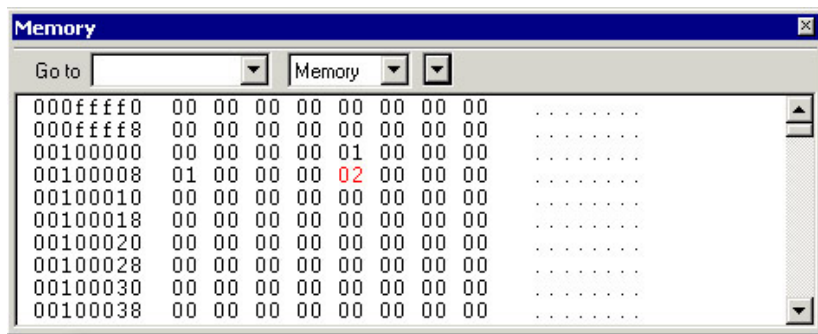

图 17. 8-bit 模式显示存储器窗口
① 选择主菜单 **View >Memory** 打开存储器窗口，见图 17（用 8-bit 显示数据）。
② 激活 `Utilities.c` 窗口并双击变量 `root`。用鼠标将其拖到存储器窗口。
③ 如果希望以 16-bit 显示数据，在存储器窗口定部的下拉菜单中选择 **2x Units** 命令。